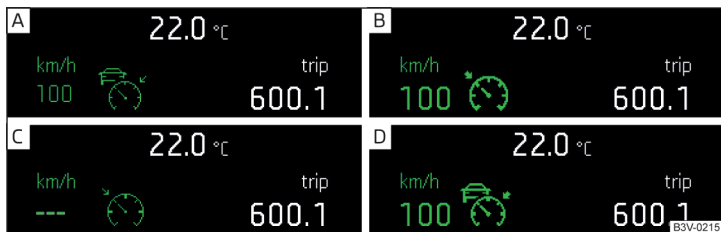

Fig. 233 Afişajul panoului de bord: exemple de afişări de stare ale ACC
**Afișările de stare ale ACC » fig. 233**